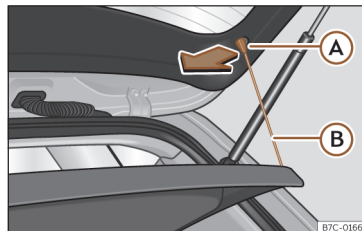

Fig. 158 Dans le coffre à bagages : démonter et remonter la plage arrière.
- Décrochez les tirants de fixation >>> **fig. 158** (B) de leurs logements (A).
- Attachez les tirants de fixation >>> **fig. 158** (B) au hayon du coffre.